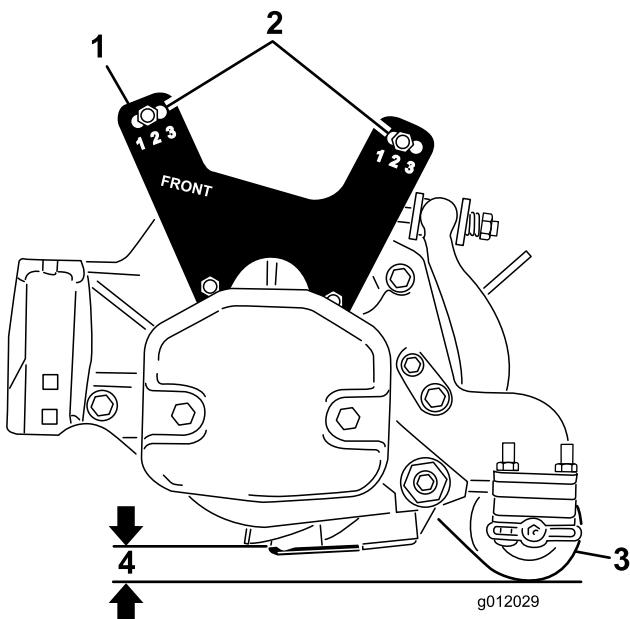

Figura 21
- Abbassate l'apparato di taglio al suolo e misurate la distanza tra il suolo e il bordo superiore della controllama, come illustrato in Figura 21